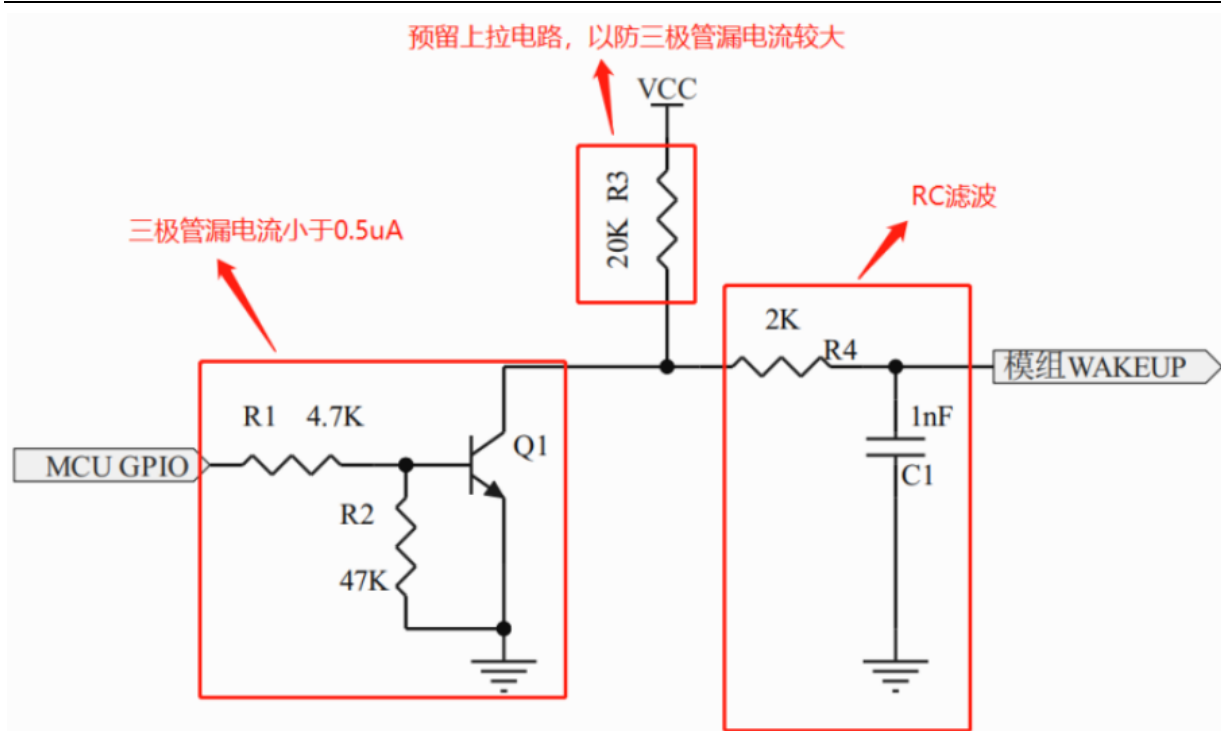

图 11 WAKEUP 脚参考电路
1) NB 芯片 WAKEUP 脚内部上拉电阻非常弱且很容易受到干扰影响，避免模组在休眠状态下而出现异常唤醒需要在 WAKEUP 脚加 RC 滤波电路(如图 11 所示)。模组内部没有此 RC 电路，因此用户主板的外围电路必须添加。
2) 如果外部 MCU GPIO 与模组的 WAKEUP 通过三极管连接(如图 11 所示)，要求三极管截止态的漏电流要小于 0.5uA，原因是 WAKEUP 内部上拉较弱，漏电流大了可能将 WAKEUP 脚拉到 1.2V 以下。如此就有可能出现 NB 芯片在休眠态下无法被 WAKEUP 脚唤醒情况。
① 用 MOS 管代替三极管，大多数 MOS 漏电流较小。
② 电路上预留上拉电路(如图 11 所示)，VCC 的电压范围在 1.8V~3.6V 且要常开，不要用 NB 模组出来的电。